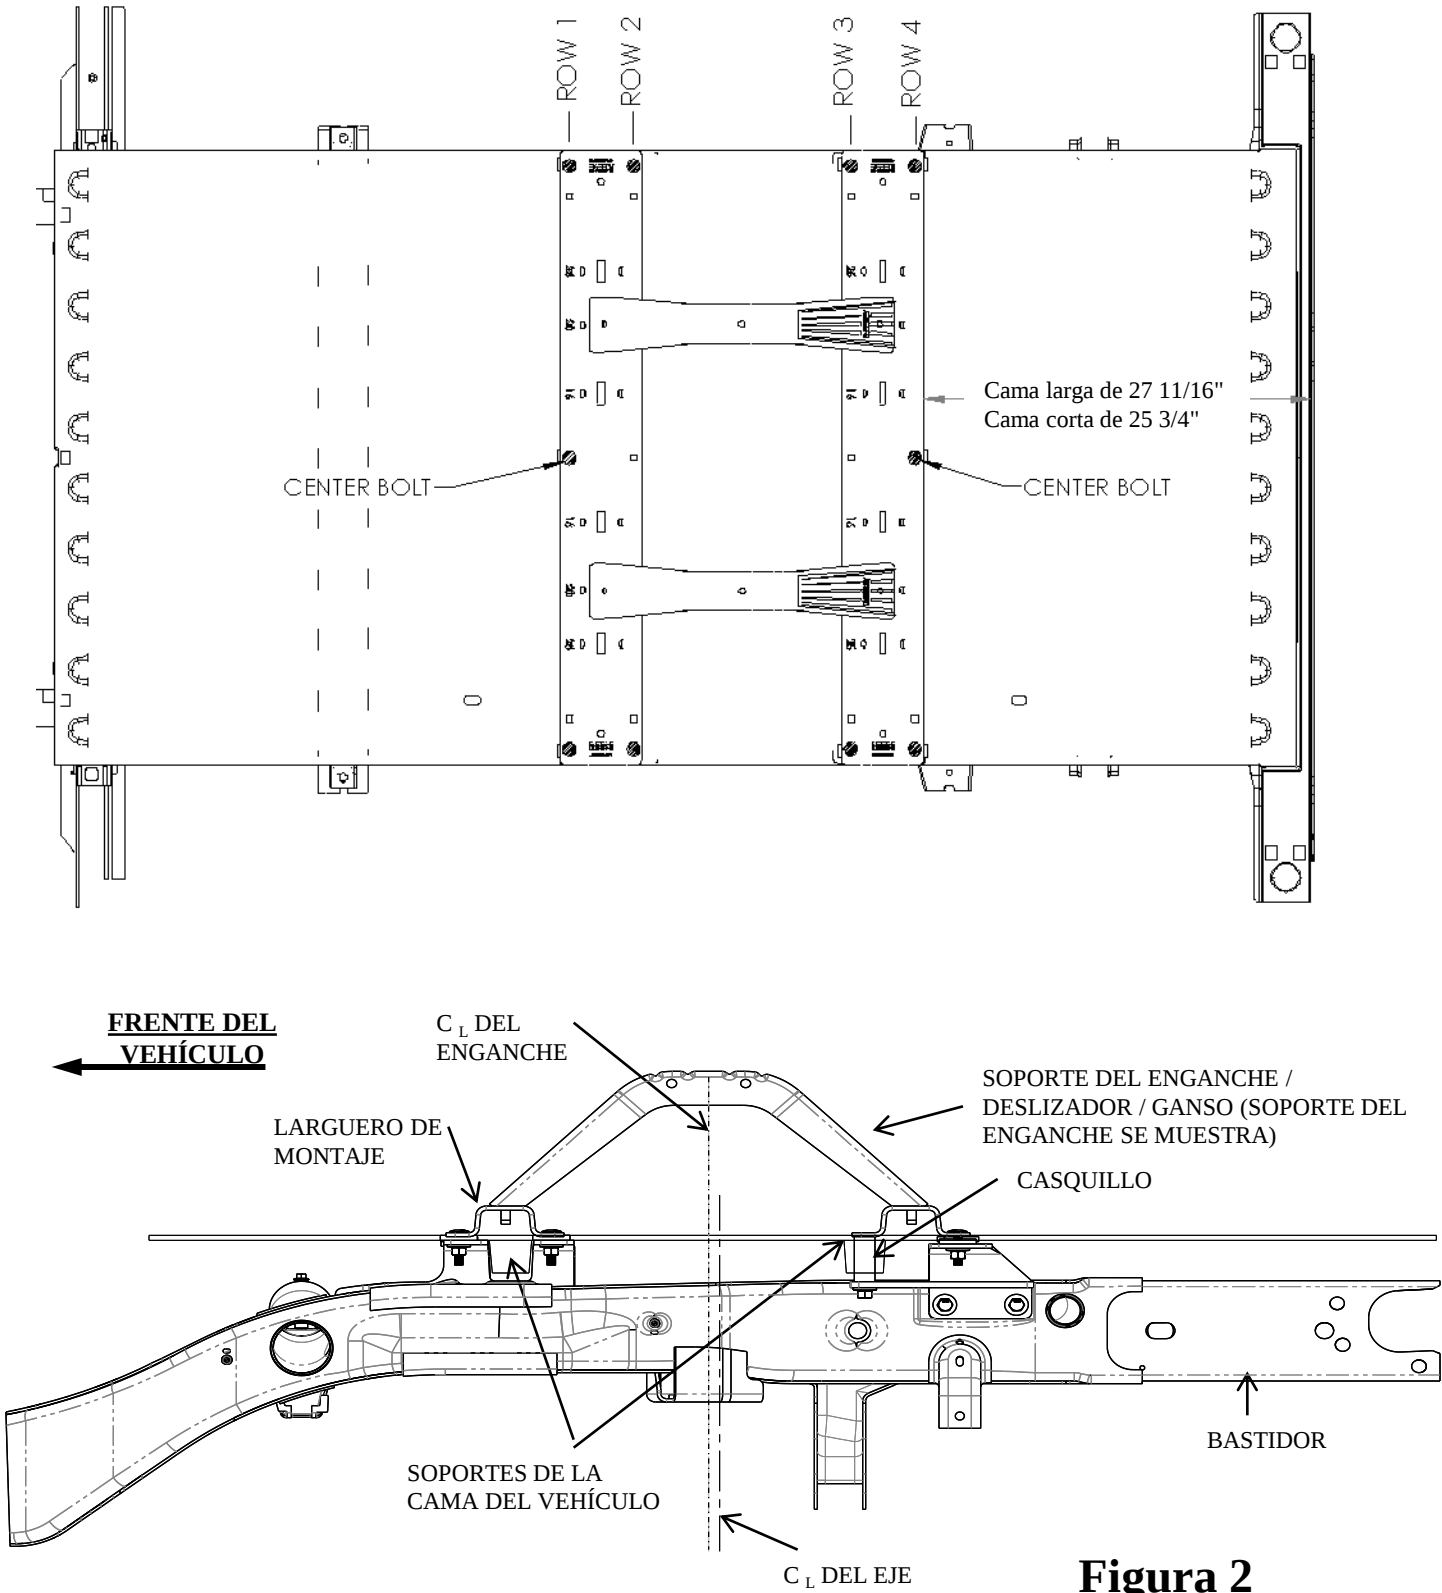

Figura 2
3. Coloque el larguero de montaje posterior en la caja del vehículo, usando la cinta de medir, centre el larguero entre las costuras de soldar a lo largo del piso del vehículo y la distancia correcta desde el borde posterior de la caja del vehículo como se ilustra en la Figura 2.
4. Marque y perforo los orificios según la ilustración en la Figura 2. Quite el larguero del camino y perforo cada posición con una broca de 1/8".
8. Agrande los orificios de la fila 3 en la cama únicamente hasta 1 1/4". (Ver Figura 2).
9. Instale un casquillo (8) en el orificio de 1 1/4". Mueva el larguero de montaje trasero a su posición. Instale los pernos (5) de 1/2"-13 x 4 1/2" a través del larguero, el casquillo (8) y los soportes traseros (2) (7). Instale arandelas cónicas de 1/2" y tuerca de 1/2" según las ilustraciones y apriete con firmeza para impedir que el larguero de montaje se mueva.
12. Mueva el larguero de montaje a su posición. Instale los pernos de carruaje de 1/2"-13 x 2 1/2" con el espaciador en forma de U para localizar en el corrugado entre la caja y el larguero de montaje o entre la caja y el soporte frontal (1) (3). **(Observe que el espaciador en U es para eliminar el corrugado abultado de la cama.)** Una con espaciadores y tuercas según las ilustraciones y apriete con firmeza para impedir que el larguero del bastidor se mueva.